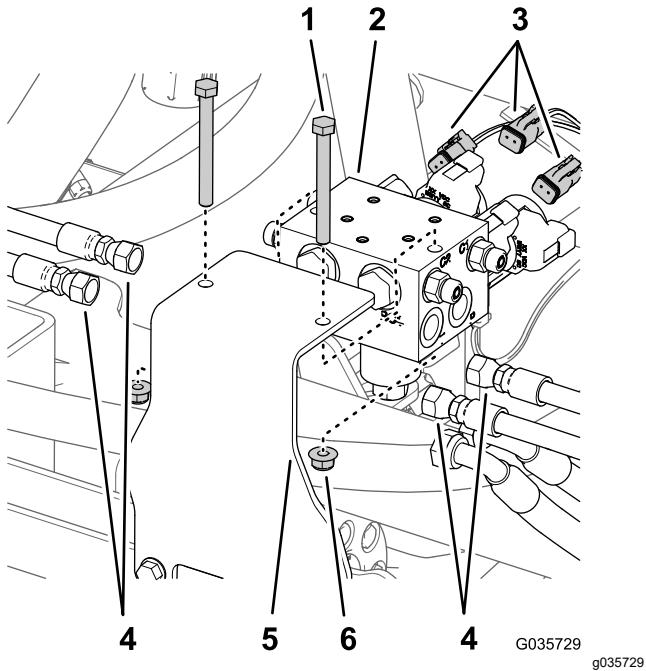

Figure 12
- Étiquetez tous les flexibles raccordés au collecteur de levage des vérins (orifices C1, C2, C3 et C4), et débranchez-les du collecteur (Figure 12).
- Débranchez les connecteurs de faisceau arrière des solénoïdes du collecteur des vérins de levage (Figure 12).
- Déposez le collecteur des vérins de levage du support après avoir retiré 2 boulons et 2 contre-écrous (Figure 12).